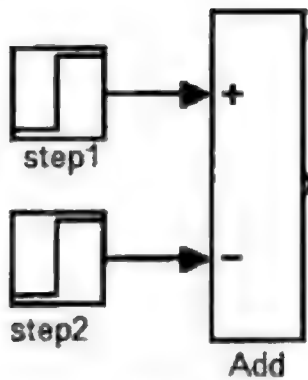

图 9.4.3 信号发生模块组
(1) 用图 9.4.3 所示的两个 step 模块和 add 模块代替 Signal Builder 模块作为速度控制信号(Signal Builder 模块不支持后续过程中的某个步骤),将输出信号幅度调整为 225,并适当延长控制信号的持续时间,以求尽量接近实际。